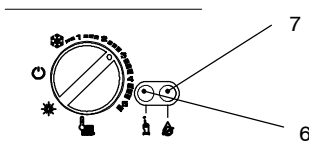

fig. 3.4
**La caldera no funciona, el indicador luminoso 7 de la fig. 3.4 está encendido.**
Para restablecer el funcionamiento de la caldera es necesario apretar el botón de reposición 6 en la fig. 3.4